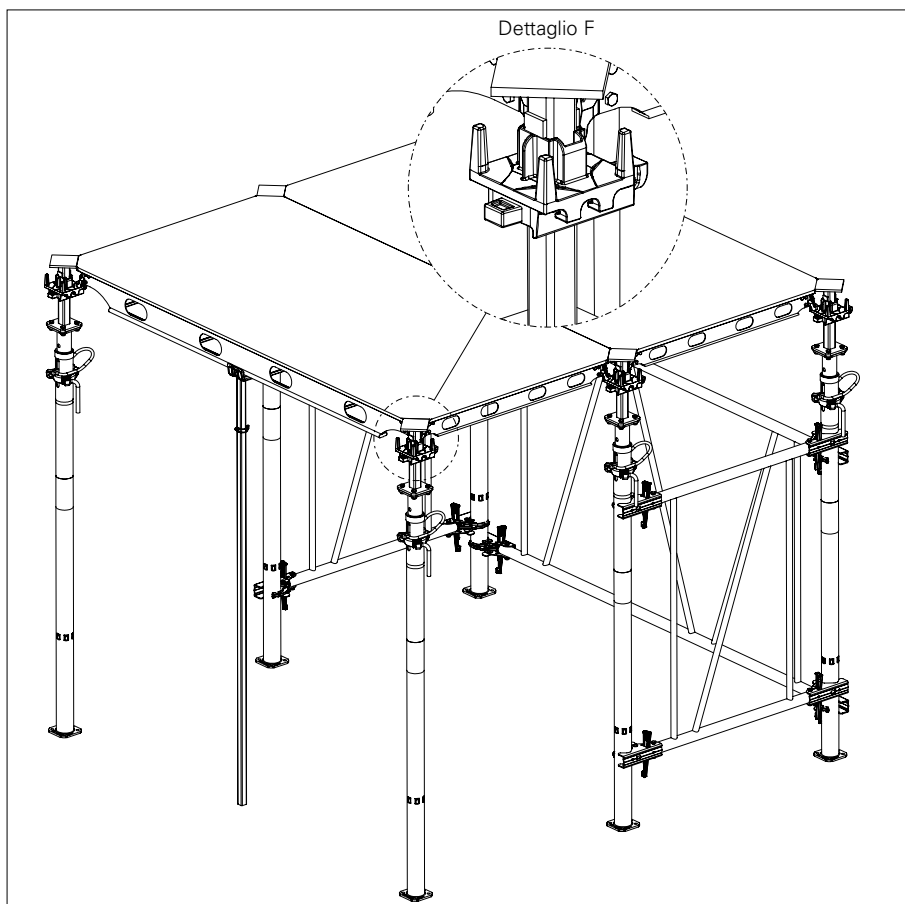

Fig. A5.08
3. Collegare i due puntelli successivi agli angoli del pannello nello stesso modo. (Fig. A5.08).